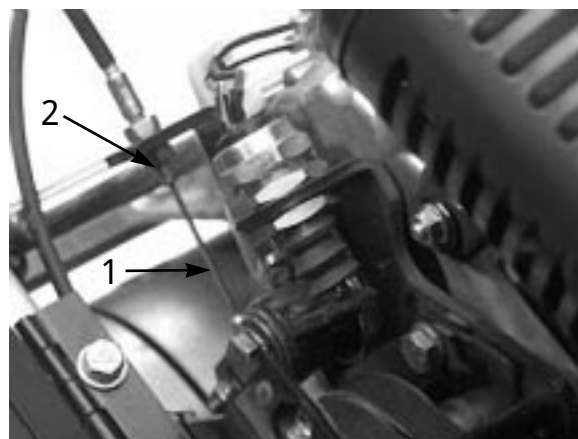

図 42
3. ケーブルの張りを強くするには、前ジャムナット（図42）をゆるめ、後ジャムナットを締める。1.4～2.3kgの力で走行コントロールがつかないように調整する。力の計測はコントロール・ノブの部分で行う。